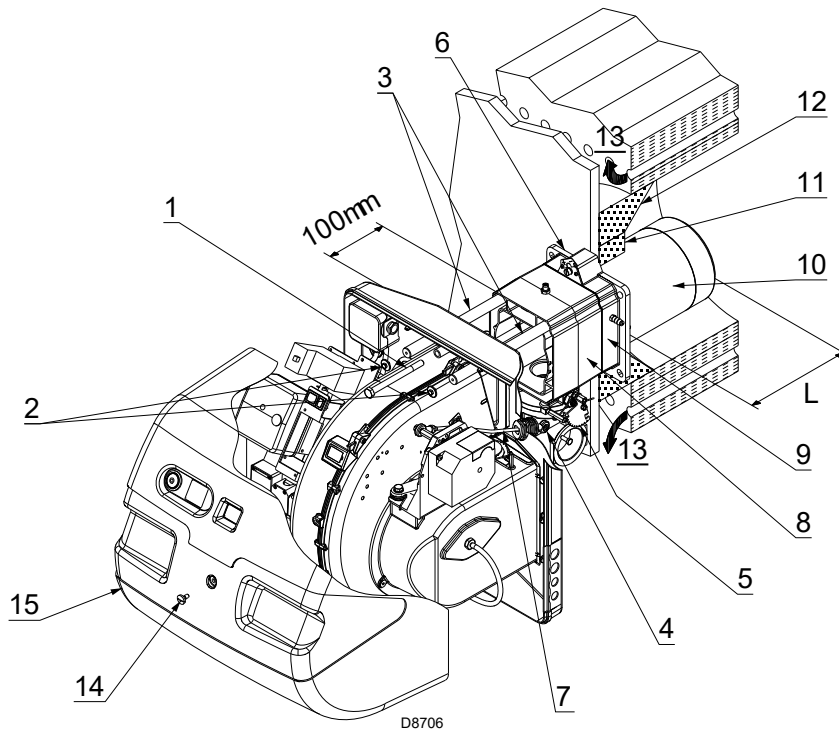

Fig. 10
Para calderas con pasos de humos delanteros 13)(Fig. 10), o con cámara de inversión de llama, colocar una protección de material refractario 11)(Fig. 10), entre el refractario de la caldera 12) y el tubo de llama 10)(Fig. 10).
Separar el cabezal de combustión del resto del quemador, (Fig. 10):
- desenroscar el tornillo 1) y extraer la parte interna 2)(Fig. 10).
Fijar la brida 9)(Fig. 10) a la placa de la caldera, colocando la junta aislante 6)(Fig. 10) suministrada en dotación.